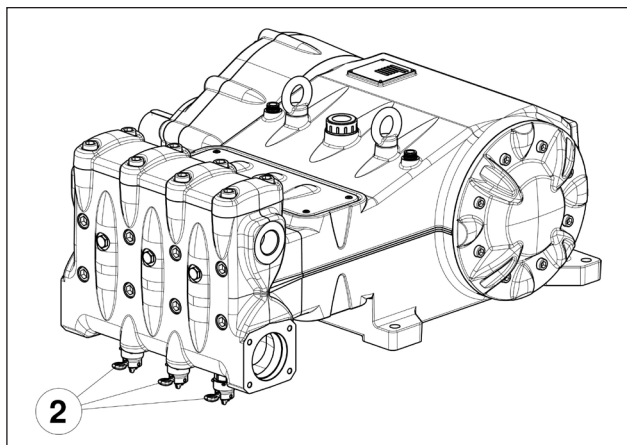

Fig. 9
En caso de almacenamiento prolongado o inactividad durante un largo periodo, controlar el buen funcionamiento de las válvulas de aspiración abriendo los tres dispositivos alza válvulas (ver pos. ② Fig. 9). Comprobar que las válvulas estén cerradas antes de poner en marcha la bomba.